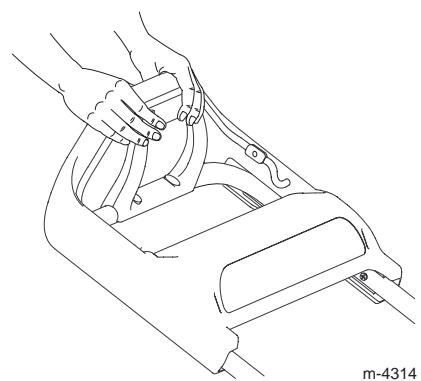

Figure 7
1. Saisissez les coins de la poignée d'aide au déplacement du bout des doigts (Fig. 7).